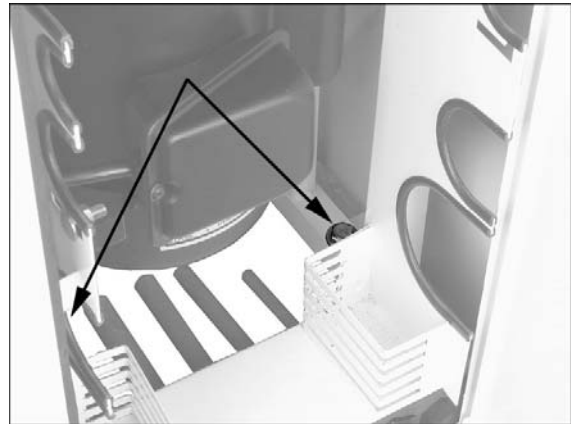

Abbildung 2
2. Ratschenschlüssel mit langer Buchse verwenden, um die zwei Schrauben auszusrauben, mit denen die Maschine an der Palette befestigt ist (Abbildung 2).